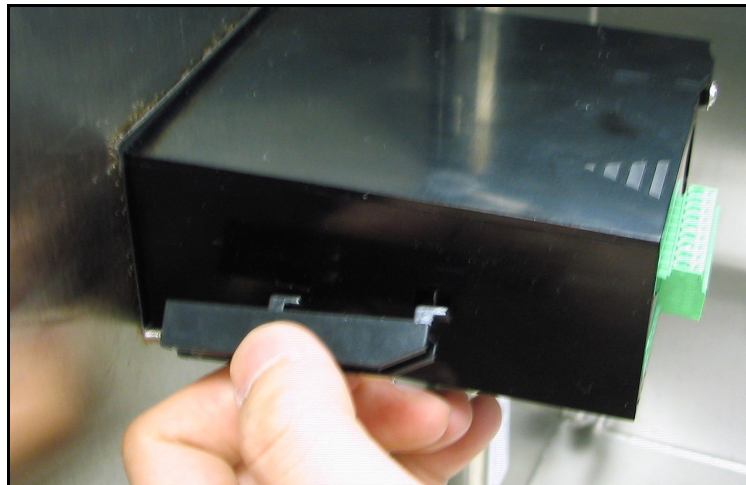

Figura 12: Instalar os suportes de montagem
4. Por trás do painel, insira os suportes de montagem nos orifícios laterais fornecidos (veja Figura 12).